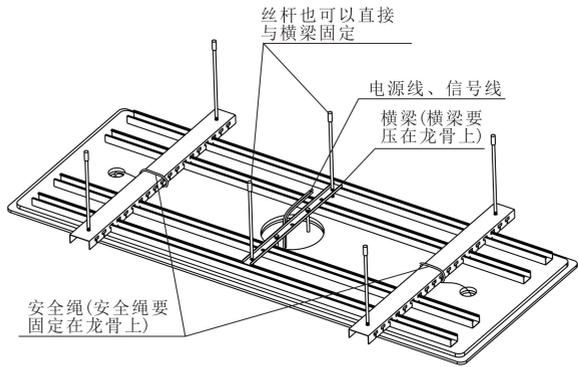

图4
4. 在直径 190mm 的安装孔内放入准备好的电源线、信号线，如图 4；
5. 取安全绳穿过吊顶龙骨后,放入直径 50mm 的安装孔内, 如图 4;